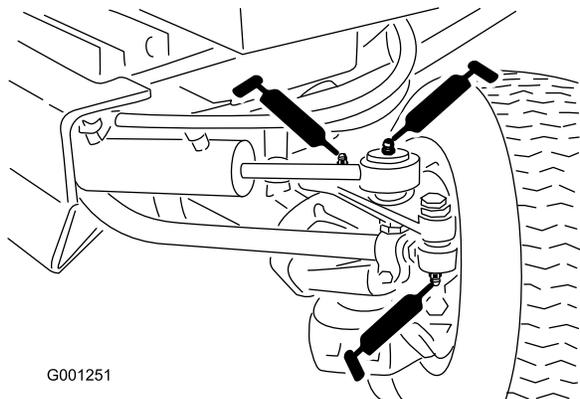

図 45
- タイロッドの端部2ヶ所 図 45
- シリンダロッドの端部2ヶ所 図 45
- ステアリングのピボット2ヶ所 図 45
- アクスルピボットのピン 図 45